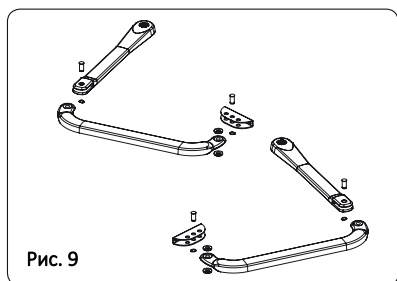
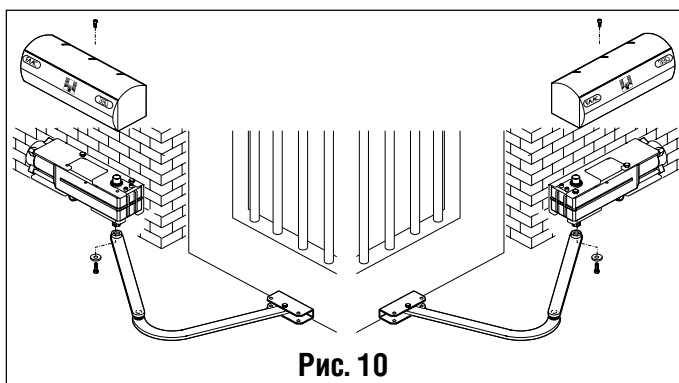

Рис. 9
Рис. 10
- 3) Соберите рычаги (Рис. 9) и закрепите их на выходном валу мотора с помощью поставляемого винта и шайбы (Рис. 10).
- 7) Установите на мотор защитный кожух (Рис. 10)